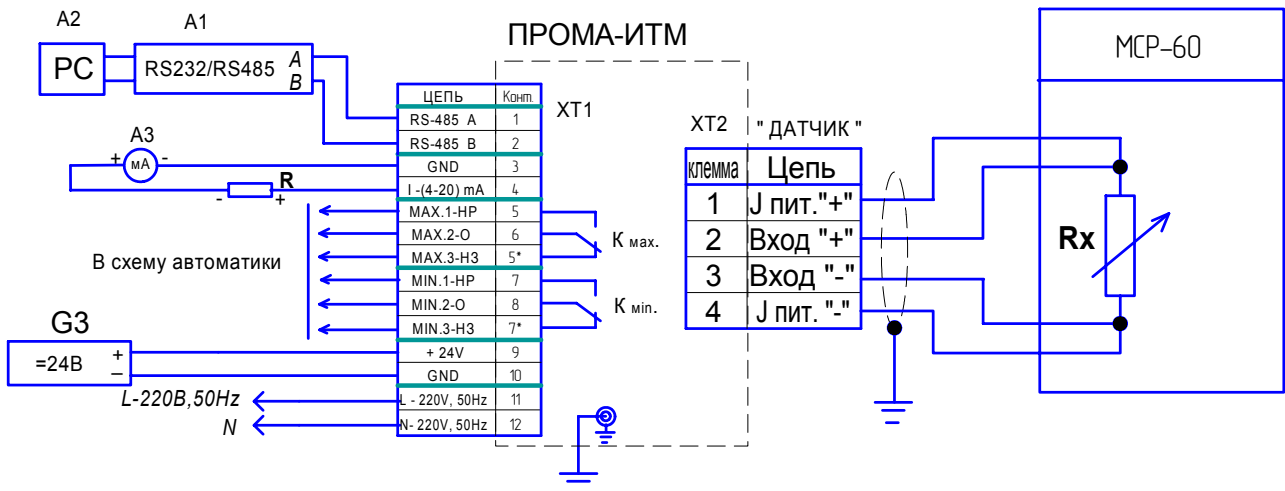
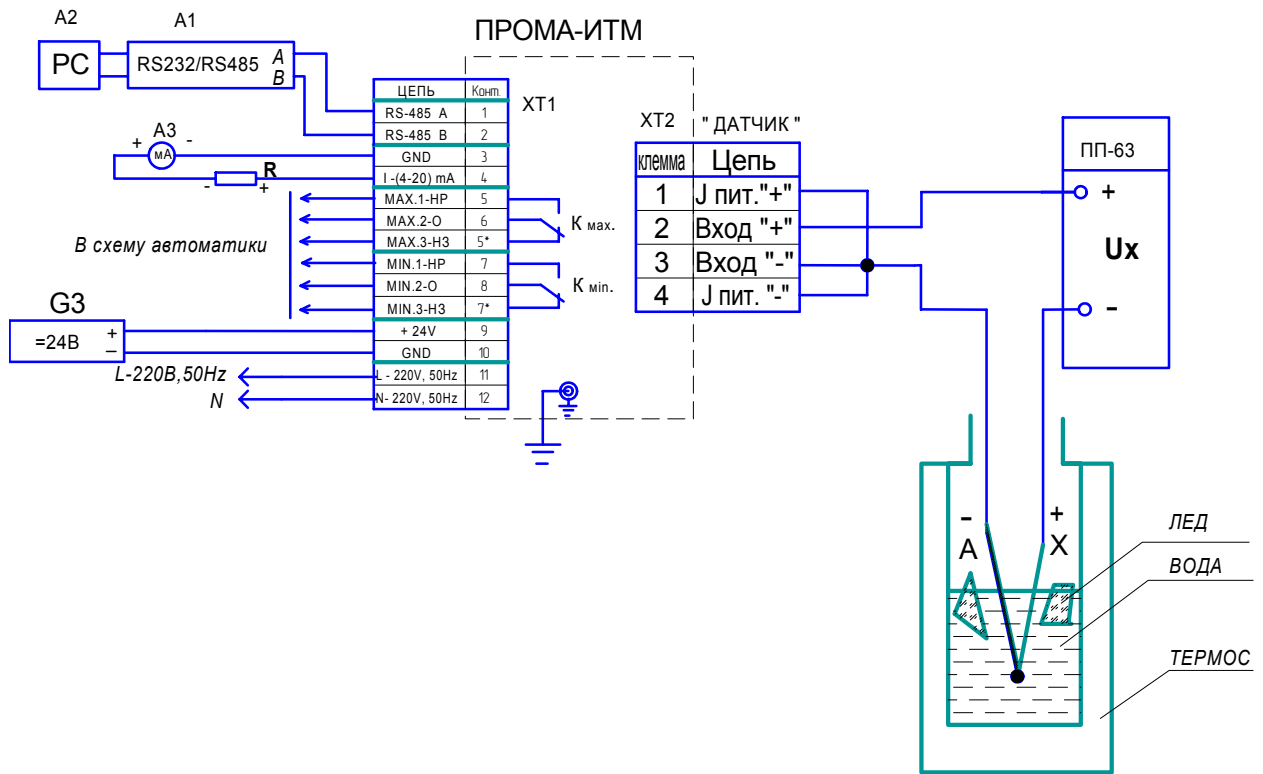
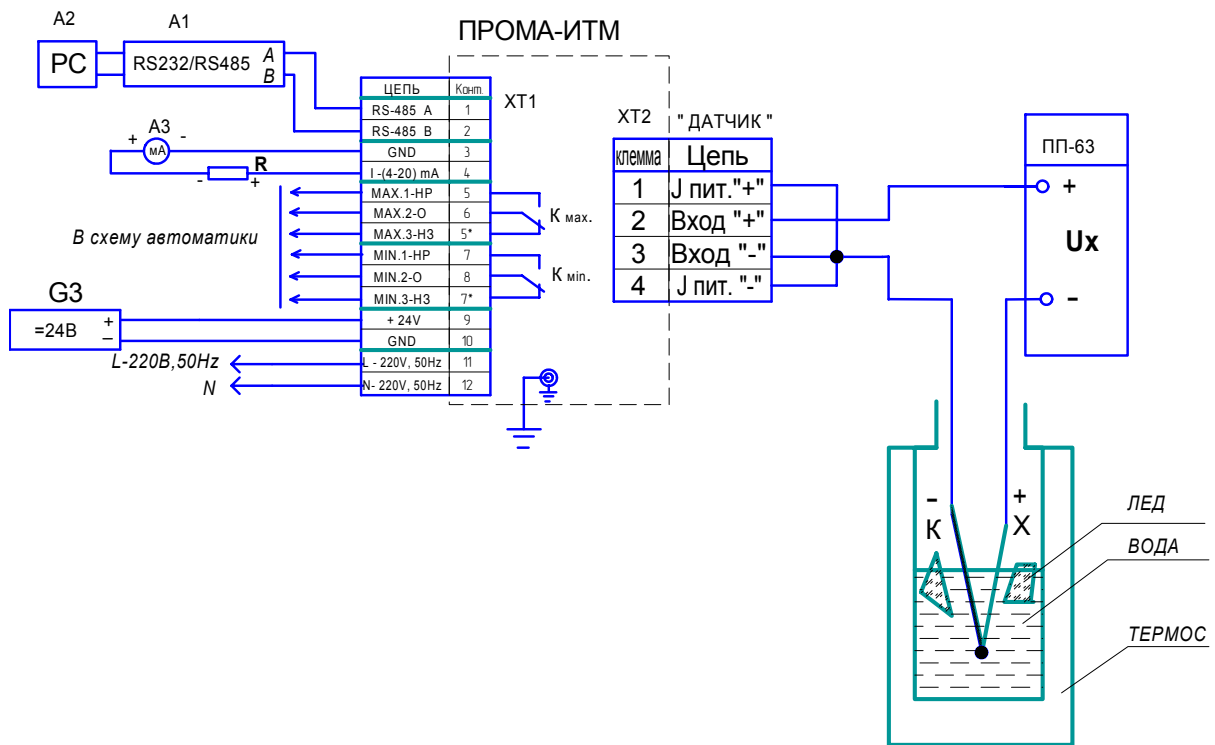

Рис.4. Схема поверки градуировки с термопреобразователем сопротивления.
Рис.5. Схема проверки градуировки с термопарой типа ХА (К).
Рис.6. Схема проверки градуировки с термопарой типа ХК (L).
Для опробования собрать схему согласно рис.4(вариант с термометром сопротивления) или рис.5(6) вариант с термопарой.
Для определения погрешности измерения измерителей подключить к его входу вместо датчика магазин сопротивлений в соответствии со схемой подключения рис.4 по 4-х проводной схеме, сопротивления проводов которой должно быть не более 50 Ом. Последовательно устанавливая на магазине значения сопротивлений по ГОСТ 6651-94, соответствующие температурам в контрольных точках выбранного диапазона и НСХ - указанных в таблицах 6 для датчиков ТСМ и в таблицах 7 для датчиков ТСП - зафиксировать показания цифрового индикатора и выходного токового сигнала по миллиамперметру для каждой контрольной точки.
для определения погрешности измерения приборов ПРОМА-ИТМ подключить к его входу вместо датчика потенциометр в соответствии со схемой подключения рис.5 или рис.6. Подготовить сосуд Дьюара (термос), заполнив его на 1/2 дистиллированной водой и льдом – льдинки должны плавать в воде. В термосе обеспечивается равновесная температура 0 °С. Поместить в термос термопару градуировки ХА (К) или ХК (L) с открытым спаем (опорный спай) - тип спая должен соответствовать градуировке используемой при эксплуатации термопары. Последовательно задавая на потенциометре величины термоЭ.Д.С. по ГОСТ Р 8.585-2001, соответствующие заданным температурам по таблице 8;